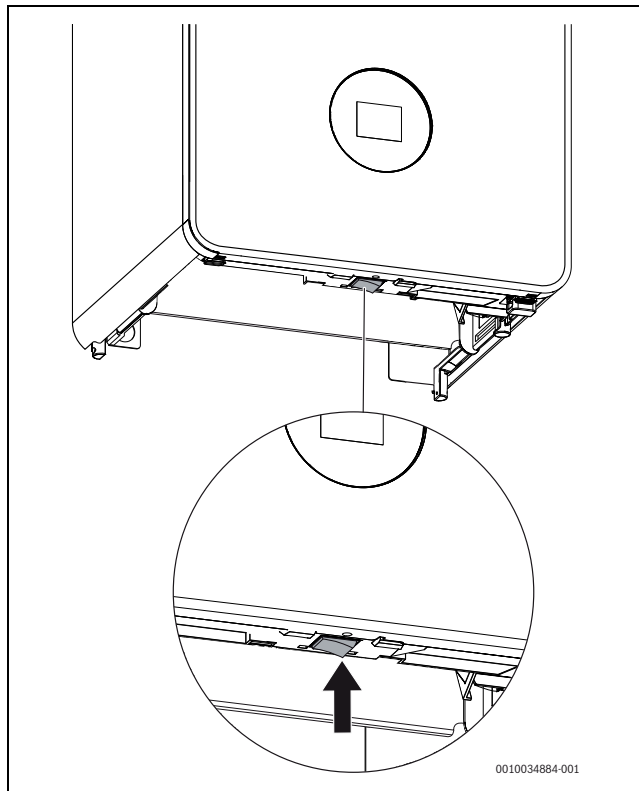

Fig. 1 Interruttore On/Off
- Spegnerne l'apparecchio dall'interruttore on/off (→ fig. 1).